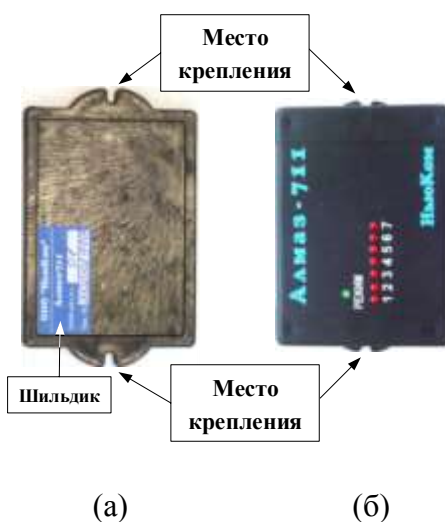

Рис.3 Внешний вид: (а)-вид снизу, (б)-вид сверху.
4.5. Отключите питание от прибора, снимите переключку с колодки J2 и окончательно закрепите его в выбранном месте, используя точки крепления в основании согласно Рис.3.